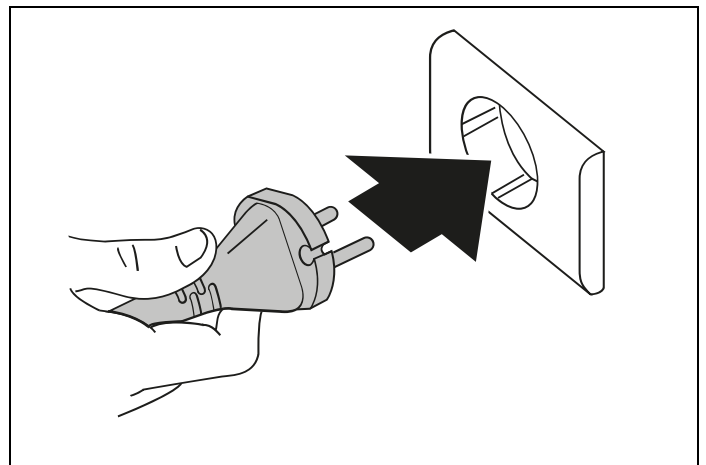
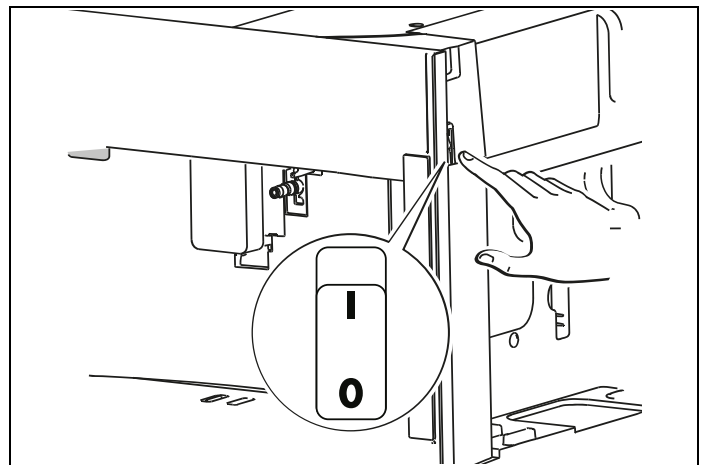

Fig. 15
Fig. 16
- 1) Anslut apparaten till ett lämpligt eluttag (Fig. 15 ) och se till att strömbrytaren (**A19**) på sidan av apparaten är ställd i 0-läget (Fig. 16 ).
Innan du sätter på apparaten, se till att strömbrytaren (A23) är intryckt (Fig. 16 ). Varje gång apparaten sätts på utför den en automatisk förvärmnings- och sköljcykel som inte får avbrytas. Apparaten är redo för användning först när denna cykel har slutförts.
- 2) Frigör strömbrytaren (A23) som sitter på sidan av apparaten (Fig. 16).